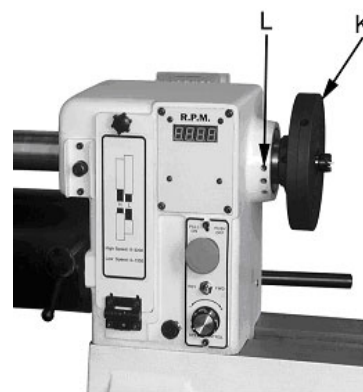

Рис.18
**План шайба** (К, рис.18) применяется для вытачивания чаш и тарелок. В план шайбе имеется множество отверстий (L) для крепления заготовок.